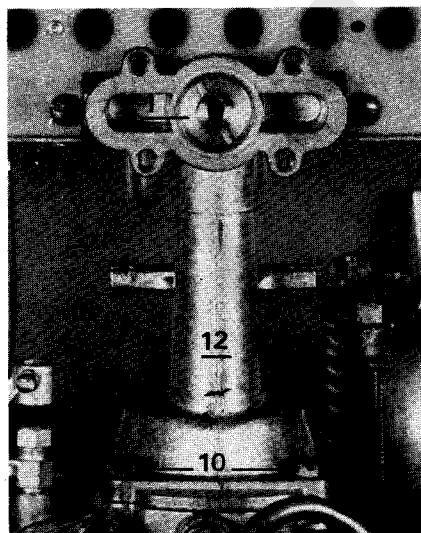

Fig. 16
Sustituir el diafragma roscado (1) fig. 16.
Quitar los cuatro tornillos (10) fig. 16 y sacar el cuerpo del regulador (12) fig. 16.